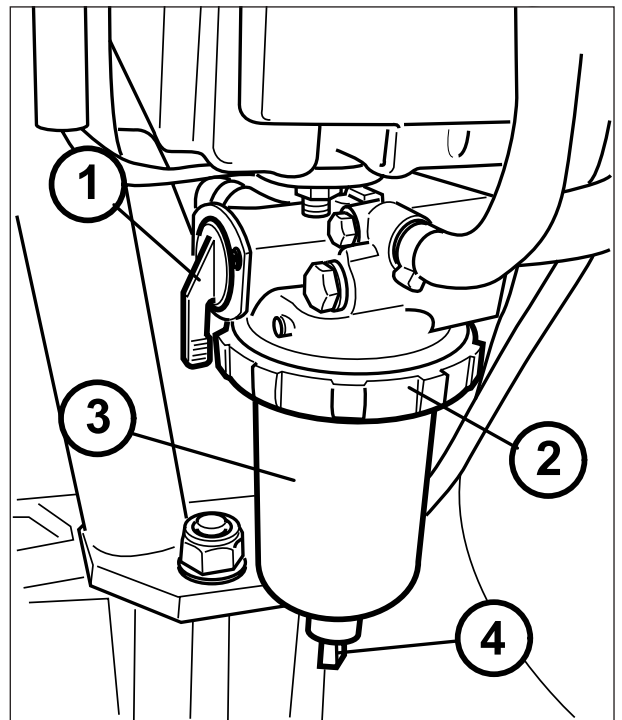
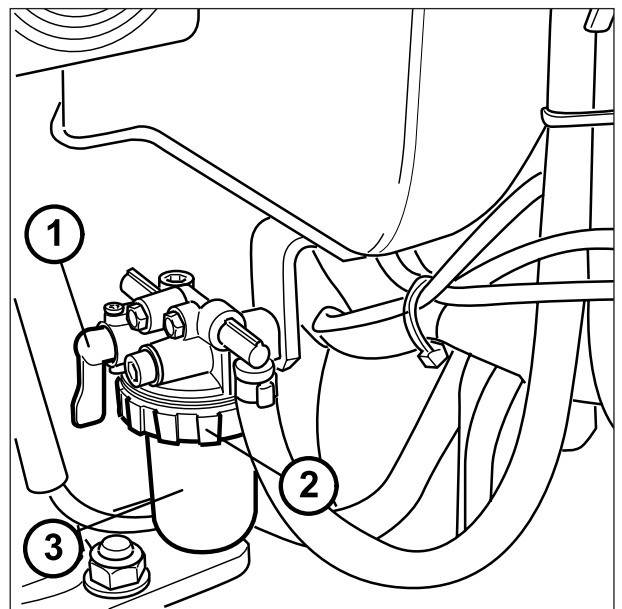

Fig. 99 - Pre-filtro combustible (9045 - 9055)
Fig. 99a - Pre-filtro combustible (9030)
## OPERACIÓN 9 Pre-filtro combustible (Fig. 99) (9045 - 9055) (Fig. 99a)(9030 S)
- cerrar el grifo (1) del combustible girándolo en posición horizontal;
- aflojar el anillo (2), quitar el recipiente (3) y descargar los depósitos presentes en su interior (Fig. 99a solo para 9030. Aflojar la válvula (4 Fig. 99) hasta eliminar el agua presente y volver a enroscar (sólo para 9045-9055);
- volver a montar el recipiente (3) y volver a ajustar el anillo (2) (Fig. 99a solo para 9030);
- abrir el grifo (1) volviéndolo a poner en posición vertical;